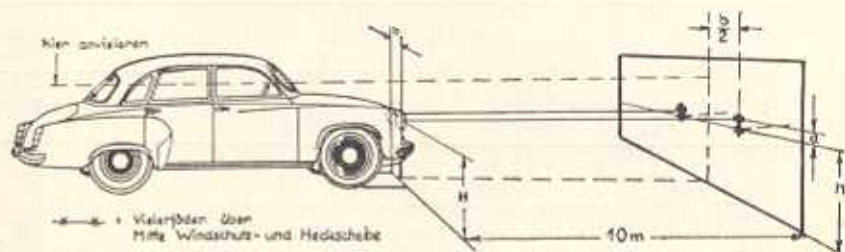
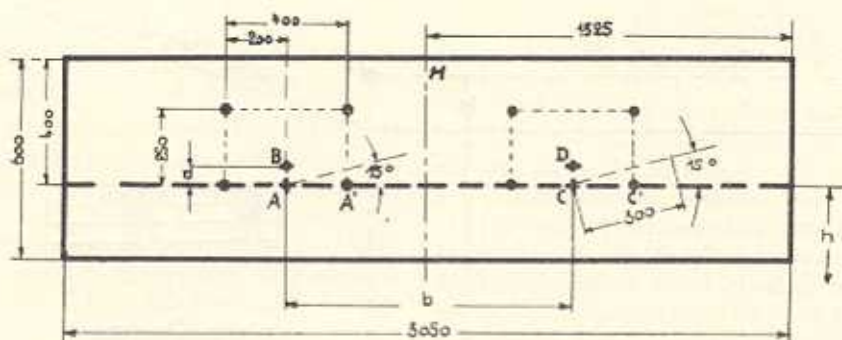

Bild E 2
Bild E 3. Einstellen des asymmetrischen Abblendlichtes
Das Fahrzeug wird zum Einstellen der Scheinwerfer in 10 m Abstand senkrecht zu der nach Bild E 3 angefertigten Einstelltafel aufgestellt (Bild E 2).
- Justieren der Scheinwerfer bei Abblendlicht (entsprechend Bild E 3), wobei sich der Knickpunkt der Hell-Dunkel-Grenze mit den Markierungslinien auf der Einstelltafel decken muß. (Der zweite Scheinwerfer wird jeweils abgedeckt.)